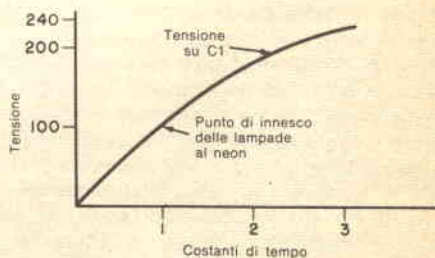
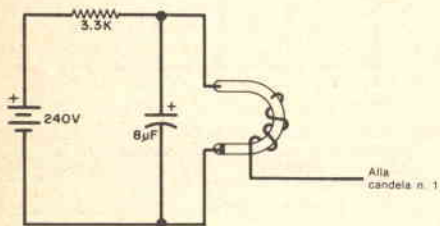

Fig. 6 - La tensione sul condensatore aumenta con il tempo, finché non sia raggiunto il punto di innesco delle lampade al neon.
Fig. 8 - In questo semplice temporizzatore a lampeggio per il controllo dei motori, l'impulso ad alta tensione sulla candela fa innescare il tubo per flash.
L'energia fornita al tubo è $E = 1/2 CV^2$, cioè $1/2 (100 \times 10^{-6}) (240)^2 = 2,88$ joule. La costante di tempo $R1C1$ è $0,47 \times 4$, cioè 1,88 sec. Come illustrato nella fig. 6, dopo un periodo pari a circa una costante di tempo, la tensione sulle lampade al neon è sufficiente a farle accendere innescando in tal modo l'SCR. Un tipico circuito di un flash per macchina fotografica è rappresentato nella fig. 7, mentre nella fig. 8 è illustrato un temporizzatore a lampeggi per il controllo dell'accensione dei motori a scoppio.